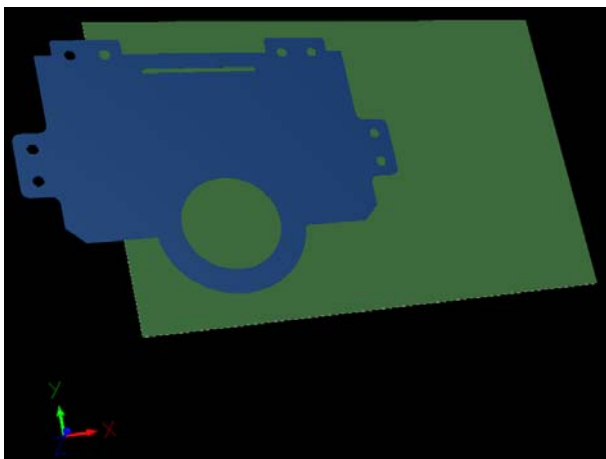

図 21. オリジナルのボードとインポートしたモデル
3. *board.step* ファイルを選択し、**OK** ボタンを押します。カーソルにモデルが追従します。ワークスペース内でクリックし、配置します。ステップモデルが PCB ドキュメントに配置されました。(図 21)